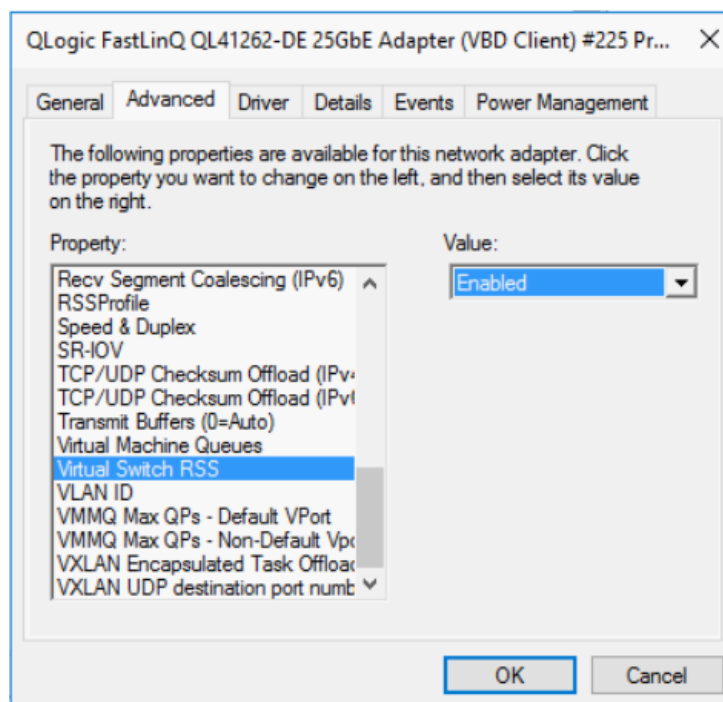

Figure 13-13. Propriétés avancées : Activation de RSS de commutateur virtuel
2. Sur la page de propriétés avancées (Figure 13-13) sous **Propriété**, sélectionnez **RSS de commutateur virtuel**, puis configurez la valeur sur **Activé**.